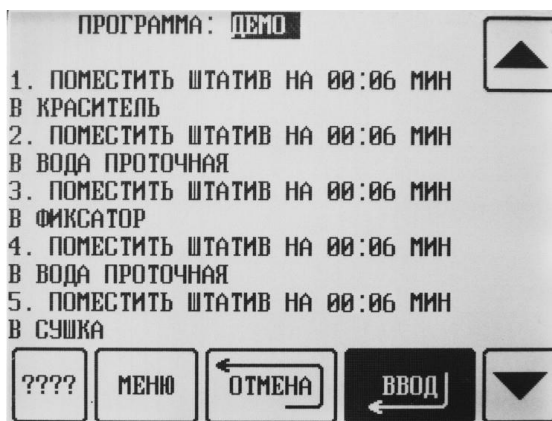

Рисунок 7. Вид экрана раздела ПРОГРАММЫ.
**Раздел ПРОГРАММЫ** (кнопка «ПРОГРАММЫ»). В этом разделе осуществляется редактирование существующих методик технологических обработок или программирование новых, а также ввод наименований новых технологических жидкостей (Рисунок 7). Вход в раздел – по нажатию кнопки «ПРОГРАММЫ» в главном меню.